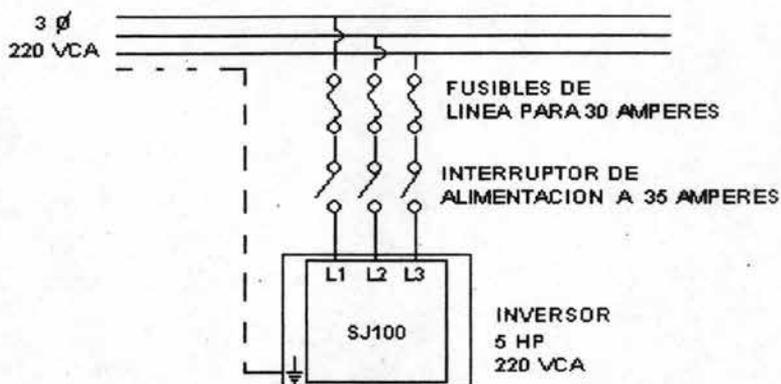

Figura 4.25 Conexión de línea de alimentación al inversor
2) Conectar el cableado de alimentación previa conexión de fusibles de línea así como la de un interruptor, el cual permitirá el paso de voltaje para energizar el inversor ; se debe realizar previa inspección de cableado antes de encender el inversor, como se muestra en la figura 4.25